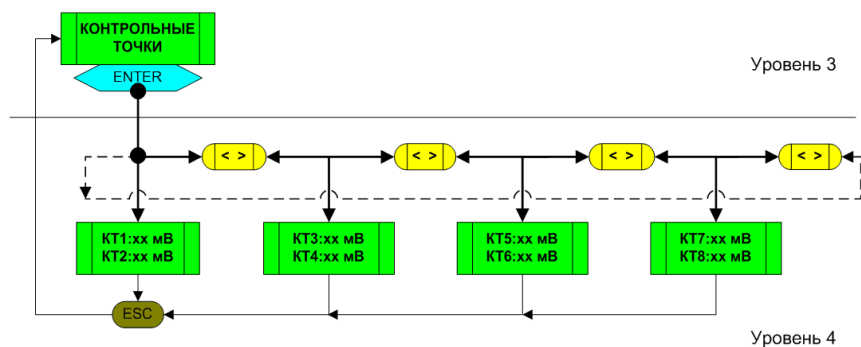

Рис. 3.3. Структурная схема раздела «КОНТРОЛЬНЫЕ ТОЧКИ» системного меню ПУ
На рис. 3.3. изображена структурная схема раздела «КОНТРОЛЬНЫЕ ТОЧКИ», включающая 3 и 4-й уровни системного меню.
3.2.3.3. При минимальной чувствительности (коэффициенте усиления в тракте обработки) оценить уровень сигналов в различных контрольных точках платы БЭ. Для этого с помощью клавиш «ESC» и «←» из раздела **«ТЕСТ»** перейти в раздел **«КОНТРОЛЬНЫЕ ТОЧКИ»** (рис. 3.3.). Нажав «ENTER», перейти в подраздел **«КТ1, КТ2»**, далее с помощью клавиш «→» или «←» наблюдать за другими подразделами (**«КТ3»...«КТ8»**). На ЖК-индикаторе в течение 1...2 минут наблюдать сменяющиеся с каждым измерительным циклом (3 с) показания максимальных (по модулю) значений сигналов за это время, выраженные в мВ. Если БЭ функционирует в нормальном (штатном) режиме, то эти значения не должны выходить за пределы измерений, представленные в табл. 3.1.
2.Частота механического отклика СЗ на ветровую помеху незначительно, но все же зависит от скорости ветра и направления. Поэтому при измерении и дальнейшем усреднении результатов рекомендуется выбирать наиболее сильные порывы ветра и направление, перпендикулярное линии распространения СЗ. Такие порывы приводят к возникновению наибольших помеховых сигналов, которые можно контролировать в подразделе «КТ5» раздела «КОНТРОЛЬНЫЕ ТОЧКИ» (рис. 3.3.).